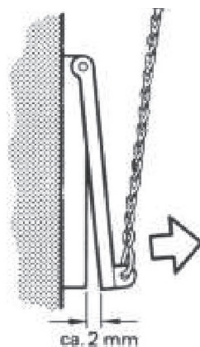

Рис.6
Установите ручку настройки регулятора в положение, соответствующее показанию котлового термометра. Если регулятор настроен правильно, то позиция воздушной заслонки будет соответствовать рис.6.
- настройте цепь регулятора заслонки так, чтобы щель составляла примерно 2 мм (толщина спички, рис.6.)